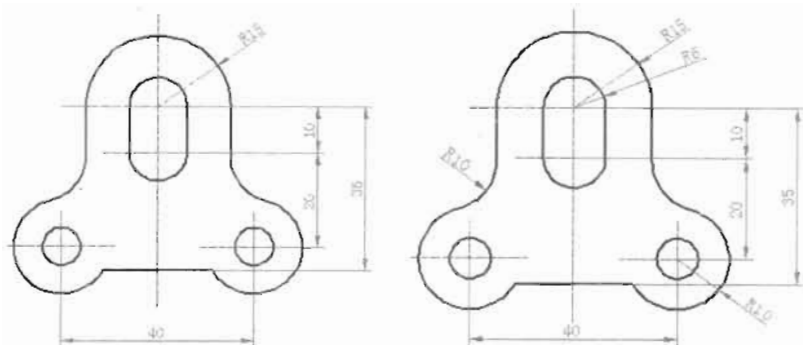

图 10-76
(4) 创建半径和直径标注, 如图 10-76 所示, 命令执行过程如下。